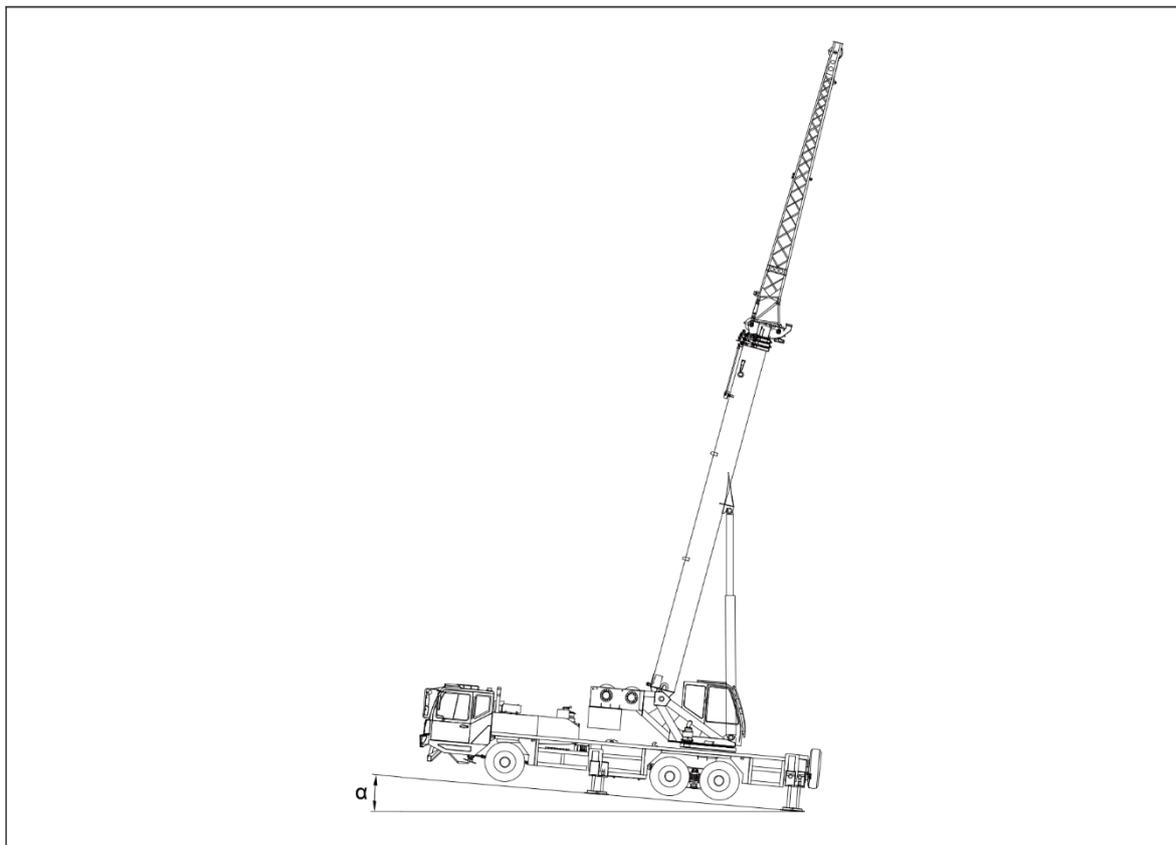

Figura 2-1 Ângulo de inclinação do guindaste
- Antes da operação, nivele o guindaste. Em qualquer condição de trabalho, o ângulo de inclinação α do guindaste não deve ser superior a $0,6^\circ$. Consulte a figura 2-1.